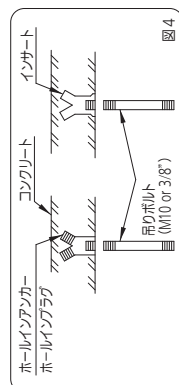

図4
1. 吊りボルトの固定は右図（図4）あるいは、他の方法により確実に固定してください。